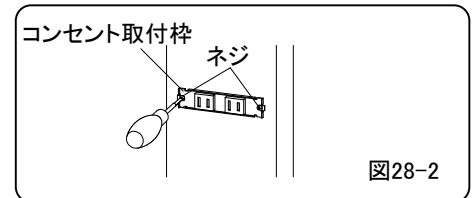

図28-2
- ②コンセント取付枠のネジをはずし、取付枠を手前に引き出してください。(図28-2,3)